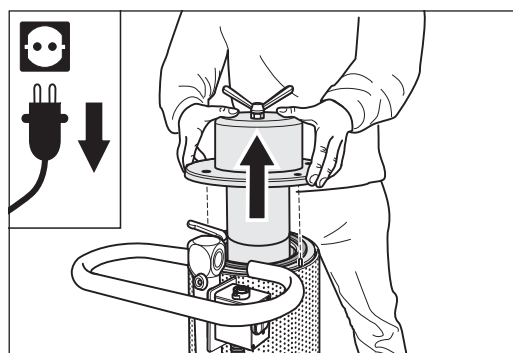

Abb. 72 Das Staubabscheider-Oberteil senkrecht nach oben abnehmen.
- 8 Nehmen Sie das Staubabscheider-Oberteil senkrecht nach oben ab (Abb. 72).